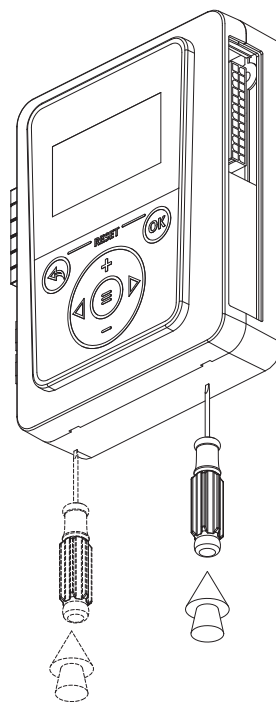

Рис. 16 Демонтаж лицевой панели
2. Снимите лицевую панель контроллера, ослабив защелки с помощью отвертки (Рис. 16);